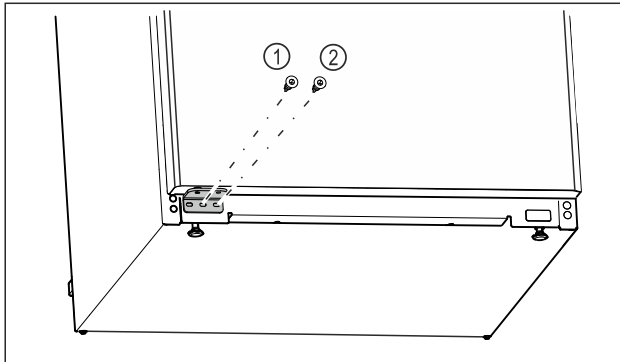

Fig. 21
- ▶ Keerake laagripuki keskmine kruvi Fig. 21 (1) kruvikeerajaga Torx 20 kinni.
- ▶ Keerake laagripuki sisemine kruvi Fig. 21 (2) kruvikeerajaga Torx 20 kinni.